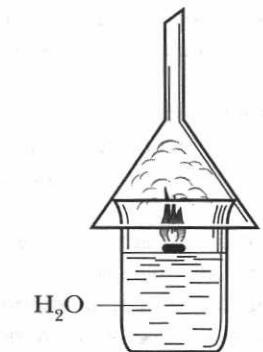

Рис. 76. Взаимодействие калия с водой
■ Но в этом случае они ведут себя по-разному: литий и натрий реагируют с водой интенсивно, но не воспламеняются в процессе реакции. Калий загорается при взаимодействии с водой (рис. 76). Возгорание калия происходит через несколько секунд после начала реакции: образующийся водород, окрашенный парами калия, сгорает красивым фиолетовым пламенем. Взаимодействие с водой рубидия и цезия сопровождается взрывом. Эти металлы способны вступать в реакцию с водой даже при низких температурах! (Цезий реагирует со льдом при температуре -116°C .)